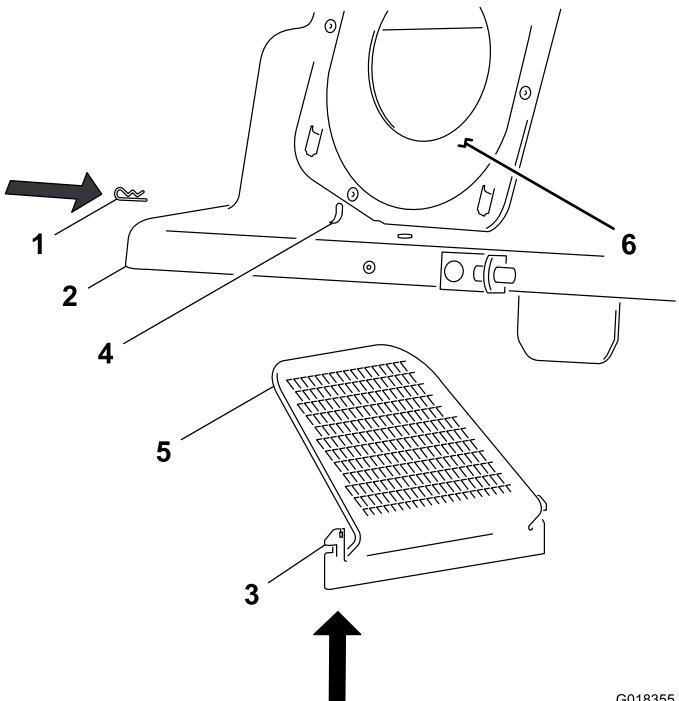

Figure 13
- Localisez les fentes du déflecteur dans les parois avant et arrière du capot du système de ramassage, et les pattes de montage sur le déflecteur de capot (Figure 13).
- Positionnez le capot de sorte que le joint de conduit soit sur votre gauche, comme illustré Figure 13.
4. Alignez le déflecteur de sorte que la grille soit en haut et inclinée vers la gauche (Figure 13).
5. Insérez le déflecteur dans le capot par le bas (Figure 13).
6. Alignez les pattes de montage du déflecteur sur les fentes du déflecteur dans le capot et poussez les pattes de montage vers le haut dans les fentes (Figure 13).